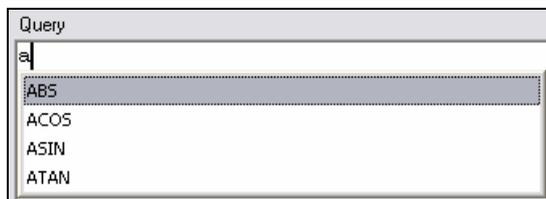

图 3-13 搜索条件的自动完成
- **【Query】** 搜索条件框：该框是用来填写搜索元器件的，可以直接在文本框中填入搜索的条件，也可以利用下面的工具生成搜索条件。搜索条件框有自动完成功能，当输入某条命令的首字母后，系统会提示所有相关的命令和辅助函数的列表，如图 3-13，可以用鼠标选取或者将光标移到相应的命令上后按**【Enter】**键确认。